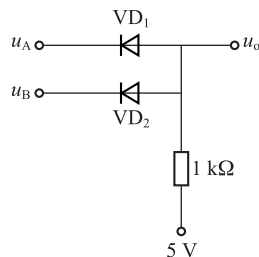

图 1-16 逻辑运算电路
(1)如图 1-16 所示,若 $u_A = u_B = 0$ V,从图中可知 VD_1 、 VD_2 承受正向电压, VD_1 、 VD_2 导通,忽略二极管导通压降,输出电压 $u_o = 0$ V。